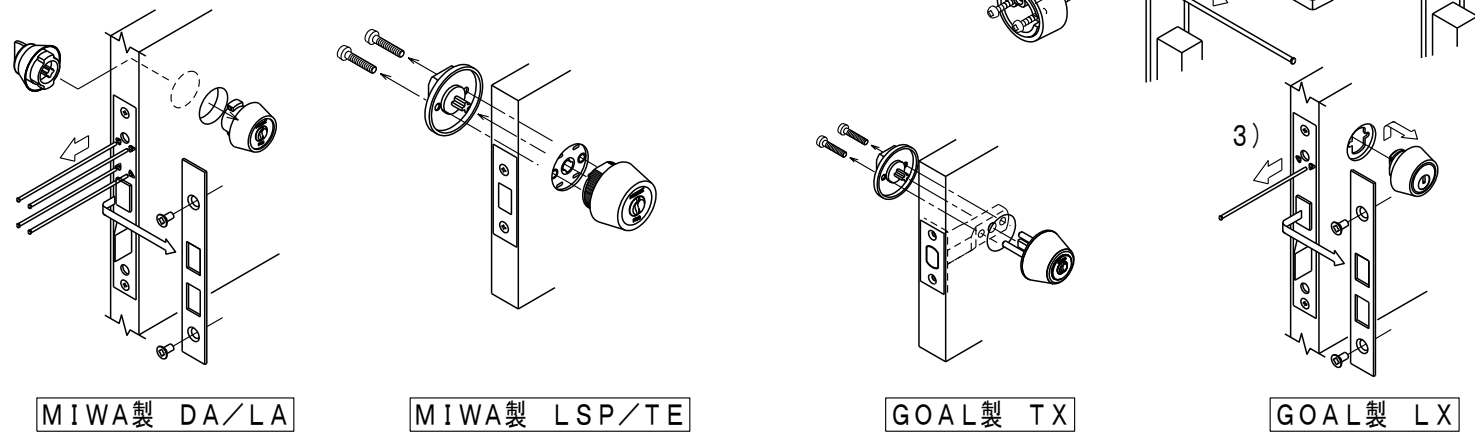

図1)
① リーダーセットアップ
1. 取付ける錠前の機種を確認し、左記の図1を参照しながら、既存のシリンダーとサムターンを外します。